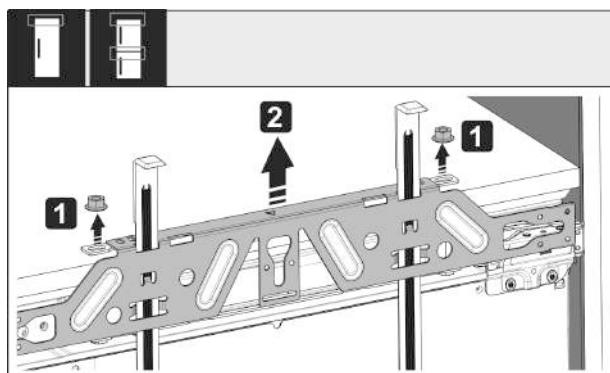

Fig. 54
- Открутите контргайки Fig. 54 (1).
- Снимите крепежную поперечину Fig. 54 (2).